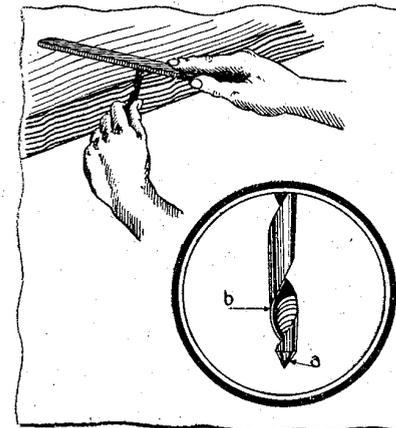

Figure 36
- D) Les mèches torses, façon lyonnaise (fig. 36) ;
Affûtage des mèches torsées façon lyonnaise. — Il suffit d'aviver le fil du tranchant avec une lime douce ou une pierre à huile (fig. 36).